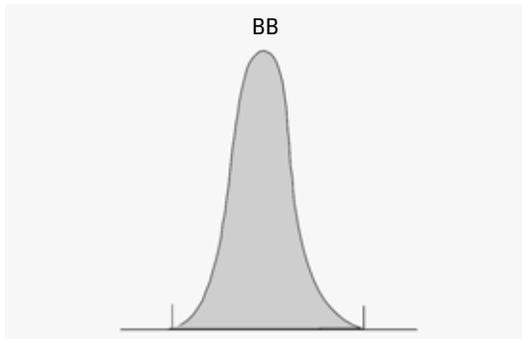

図 24 ベースライン - ベースラインピークの面積測定
- ベースライン - ベースライン (BB) ピークの場合には、101 ページ 図 図 24 のように、チェックマーク間のベースライン上の面積になります。